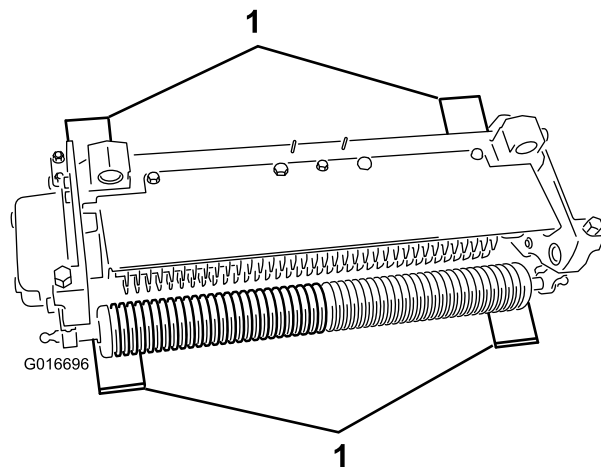

図 9
2. 希望する設定高さ地表面からの高さに、4本のゲージバーを設定し、これらのゲージバーをサッチングユニットの前後のローラの下に当てる図 9。